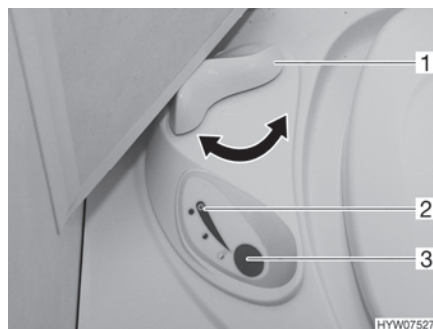

Fig. 124 Unité de commande des toilettes Thetford
- Avant d'actionner la chasse d'eau, ouvrir le curseur des toilettes Thetford. Tourner pour cela le levier du curseur (Fig. 124,1) dans le sens inverse des aiguilles d'une montre.
- Pour actionner la chasse d'eau, appuyer sur le bouton bleu (Fig. 124,3).
- Après avoir actionné la chasse d'eau, fermer le curseur. Tourner le levier du curseur (Fig. 124,1) dans le sens des aiguilles d'une montre.
Le voyant de contrôle (Fig. 124,2) s'allume lorsque la cassette Thetford doit être vidée.